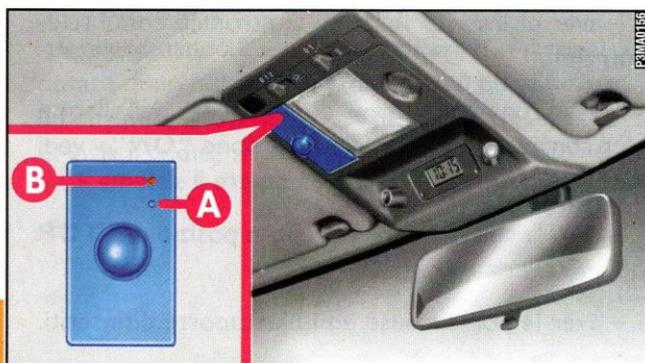

fig. 5
1) Tenere premuto il pulsante **A-fig. 5** con un oggetto appuntito (es. penna a sfera). Il led rosso **B** lampeggia.